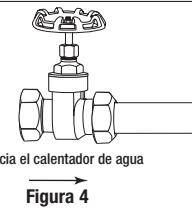

Figura 4
4. Mediante el conector a compresión de la válvula, conecte la válvula de compuerta al tubo de entrada de suministro de agua posterior al sistema. Ajuste firmemente la tuerca de compresión. (Figura 4)